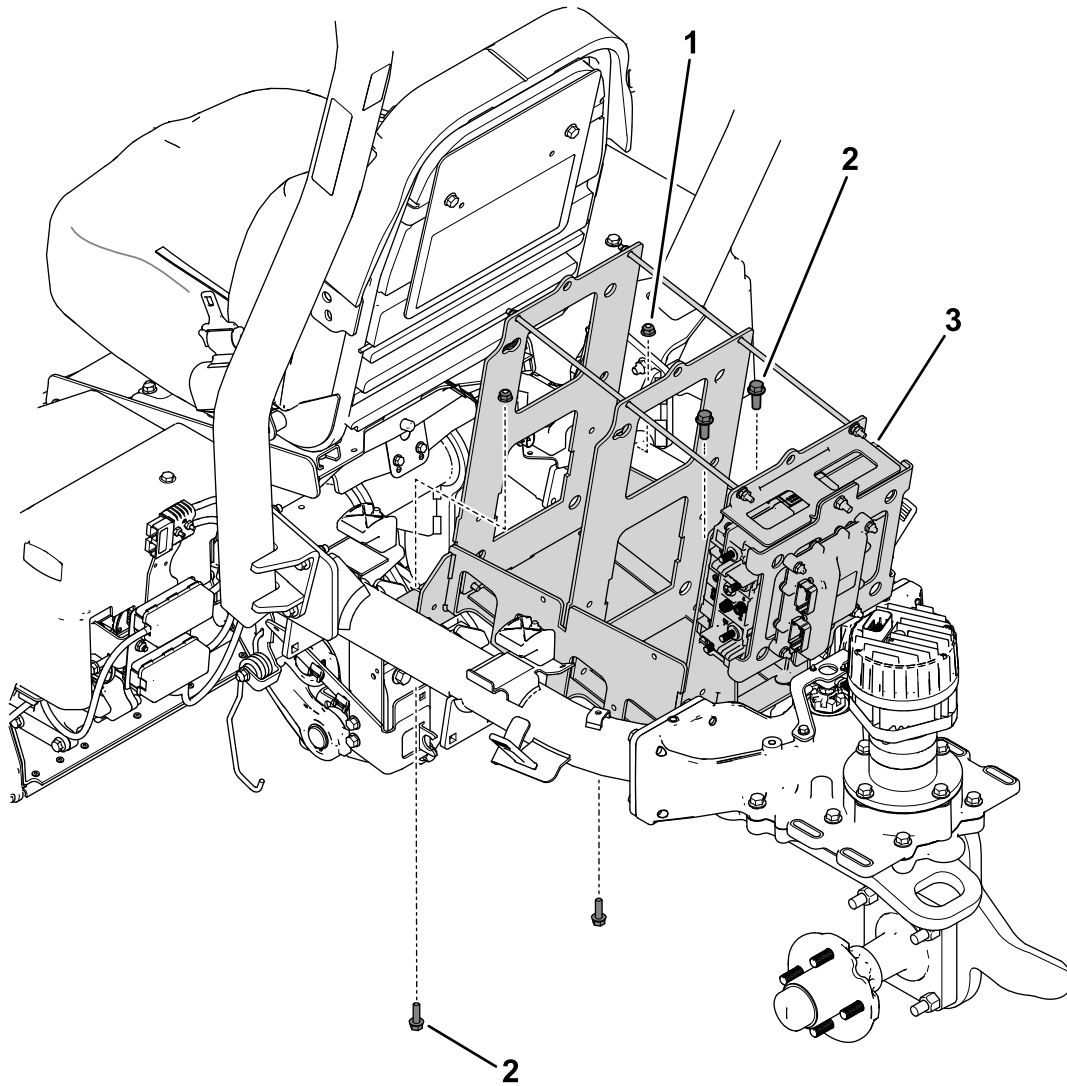

Figura 5
4. Remova as ferragens (Figura 5) que prendem o tabuleiro da bateria superior à estrutura da máquina.